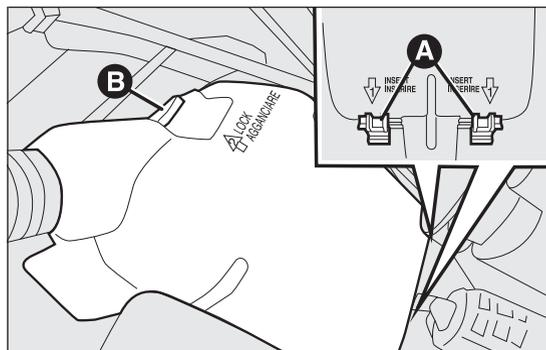

fig. 161
- introducir los dos enganches A fig. 161 en los alojamientos correspondientes ubicados en la caja de fusibles;